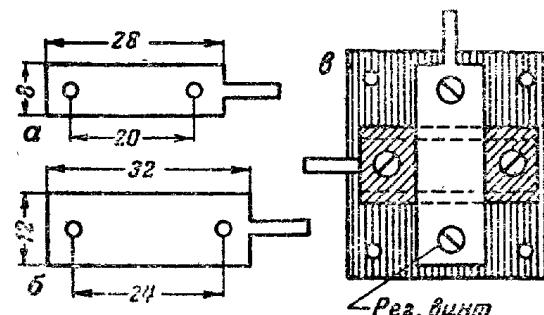

Рис. 22. Устройство плоского подстроичного конденсатора: а — неподвижная пластина; б — подвижная пластина; в — собранный конденсатор.
2. Неподвижная металлическая пластина, форма и размеры которой указаны на рис. 22, а.
3. Подвижная пластина из гартоированной (пружинящей) латуни по форме и размерам, указанным на том же рис. 22, б.
Конструкция собранного полупеременного конденсатора изображена на рис. 22, в. Здесь показаны пластины конденсатора (без штриховки), косой штриховкой отмечена слюдяная прокладка, вертикальной штриховкой — изоляционная панелька. Максимальная емкость конденсатора, изготовленного по указанным выше размерам, примерно равна 30—50 мкмкф.